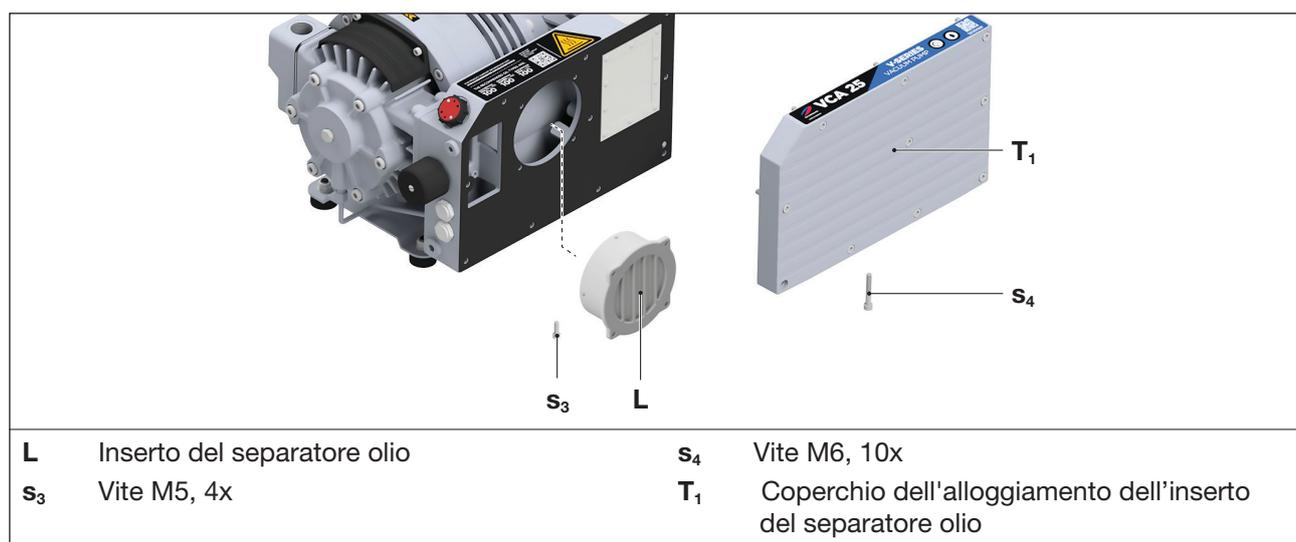

Fig. 8 Insetto del separatore olio
- b) Allentare le viti (Fig. 8/s₄) sul coperchio dell'alloggiamento dell'insetto del separatore olio (Fig. 8/T₁) e rimuovere il coperchio dell'alloggiamento dell'insetto del separatore olio (Fig. 8/T₁).
- c) Allentare le viti (Fig. 8/s₃) dell'insetto del separatore olio (Fig. 8/L) e rimuovere l'insetto del separatore olio.
- d) Inserire un nuovo insetto del separatore olio (Fig. 8/L) e fissarlo con le viti (Fig. 8/s₃). Stringere la vite a mano.
- e) Rimontare il coperchio dell'alloggiamento dell'inserto del separatore olio (Fig. 8/T₁) e fissarlo con le viti (Fig. 8/s₄).
- b) Serrare la vite ad anello del motore (Fig. 8/m) e fissare il paranco alla vite ad anello del motore. Se non sono disponibili golfari, appendere il motore con imbracature rotonde.